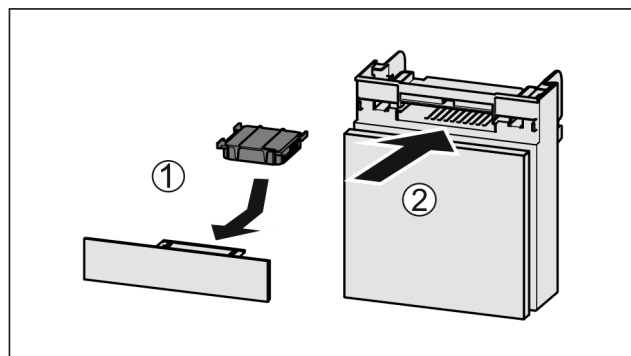

Fig. 152
- Anbring aktivkulfilteret som vis på billedet Fig. 152 (1).
- Skub rummet ind Fig. 152 (2).